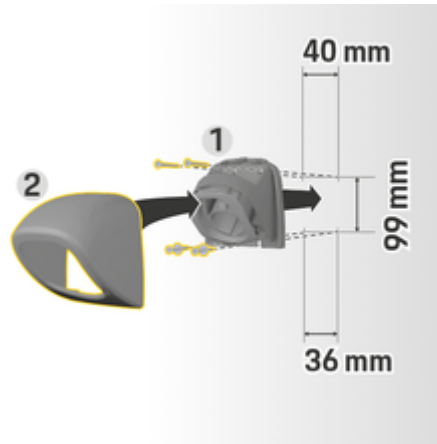

Fig. 96: Medidas de taladrado
1. Retire el soporte de enchufe 1 (Fig. 96) de la cubierta 2 (Fig. 96).
4. Atornille el soporte de enchufe 1 (Fig. 96) a la pared.
5. Coloque la cubierta 2 (Fig. 96) desde abajo sobre el soporte de enchufe 1 (Fig. 96) y presionar hacia arriba.